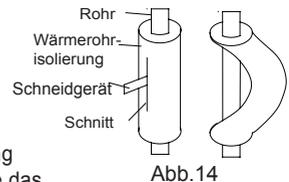

Abb.14
- (2). Biegen Sie das Rohr nicht über  $90^{\circ}$ .
- (3). Wenn die Röhre mehrmals ausgedehnt oder gebogen werden, wird der Material hart. Die Röhre können folglich nicht so einfach ausgedehnt oder gebogen werden. Biegen oder dehnen Sie die Röhre maximal dreimal.
- (4). Bevor Sie das Rohr biegen, schneiden Sie die Wärmeisolierung mittels eines Schneidgeräts ab (siehe Abb. 14) und biegen Sie das Rohr ohne Isolierung. Wenn das Rohr gebogen ist, setzen Sie die Wärmeisolierung wieder ein und befestigen Sie sie mit Klebband.